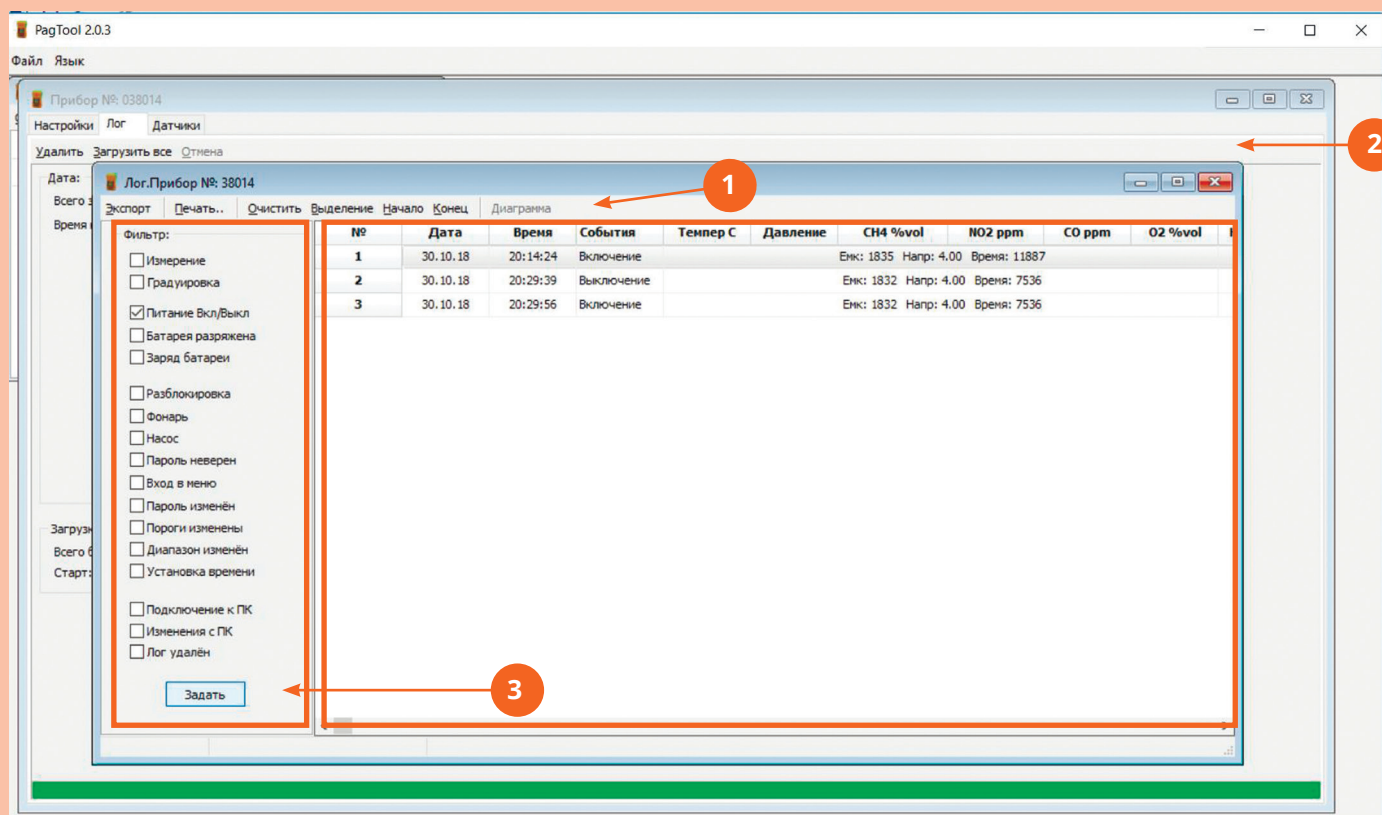

Рисунок 10. Вид считанного лога
6.2 Считанный с устройства лог будет иметь вид, как на рис. 10.